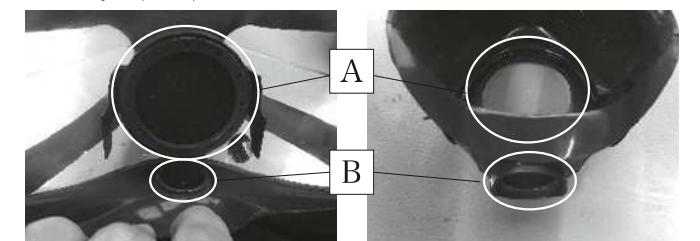

図2
- 新しいノーズカップの孔A及びBを合わせて面体に取り付ける。(図2)